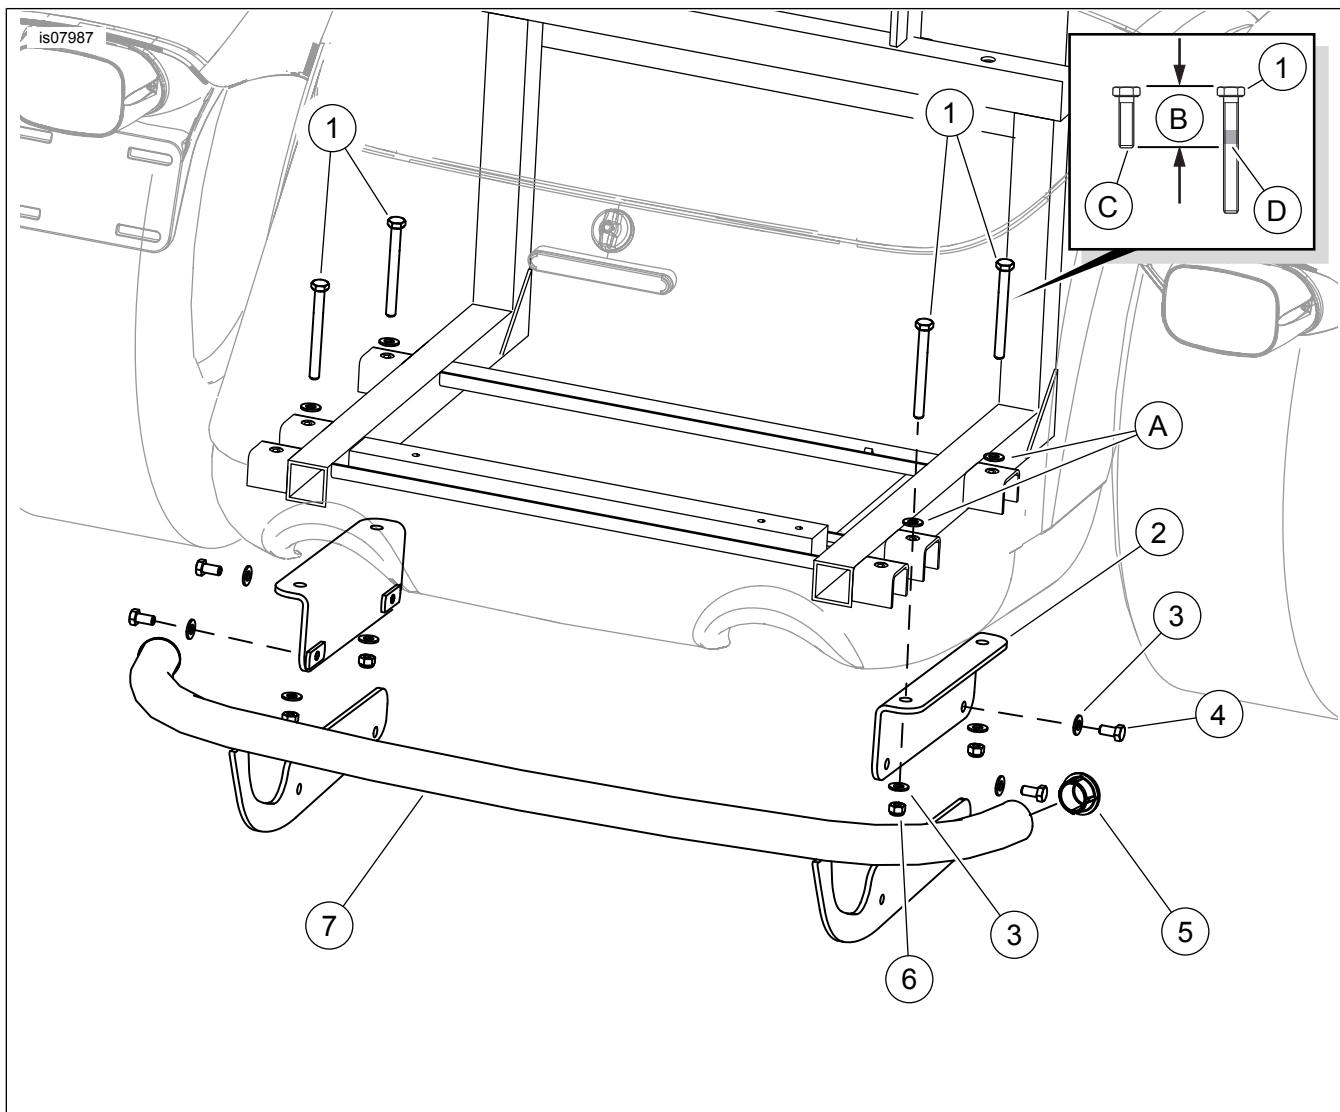

Figura 1. Piezas de servicio: Kit de protector trasero cromado Trike
Vea Figura 1 y Tabla 1.
2. Vea Figura 1. Localice los cuatro tornillos con arandelas (A) en el fondo del compartimiento del portaequipajes que sostienen el cuerpo a la estructura trasera. Dejando la arandela en su lugar, extraiga uno de los tornillos. Guarde el tornillo para el siguiente paso y luego deséchelo.
3. Vea el cuadro en Figura 1. Aplique LOCTITE 243 (azul) a los tornillos largos (1).
- a. Marque la longitud (B) del tornillo original (C) en el tornillo largo nuevo (1).
- b. Aplique LOCTITE 243 (azul), (D), a 10 mm (3/8 in) de las roscas del tornillo del lado de la cabeza de la marca.
Oriente las piezas de soporte de montaje como se muestra en la Figura 1.